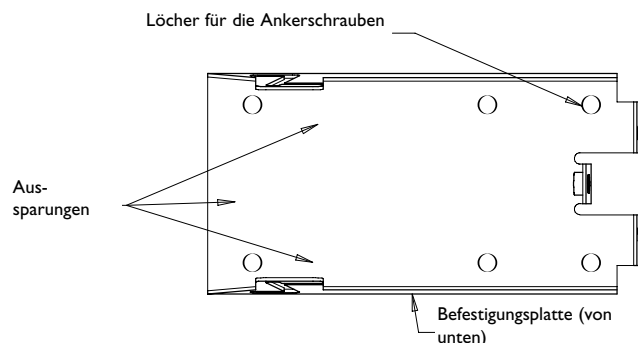

Abbildung 4: Bolzenlöcher und Aussparungen
- Entscheiden Sie wie die Kabelzuführung verlaufen soll. Das Gehäuse verfügt über zwei Aussparungen für Kabel mit einem Durchmesser von 1,27 cm und eine Aussparung für einen Kabel mit einem Durchmesser von 1,9 cm. Siehe Abbildung 4.